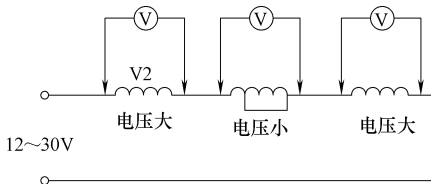

图 2-32 用电压降法检查绕组短路
3) 电压降法 如图 2-32 所示, 在故障相的两端通以低压交、